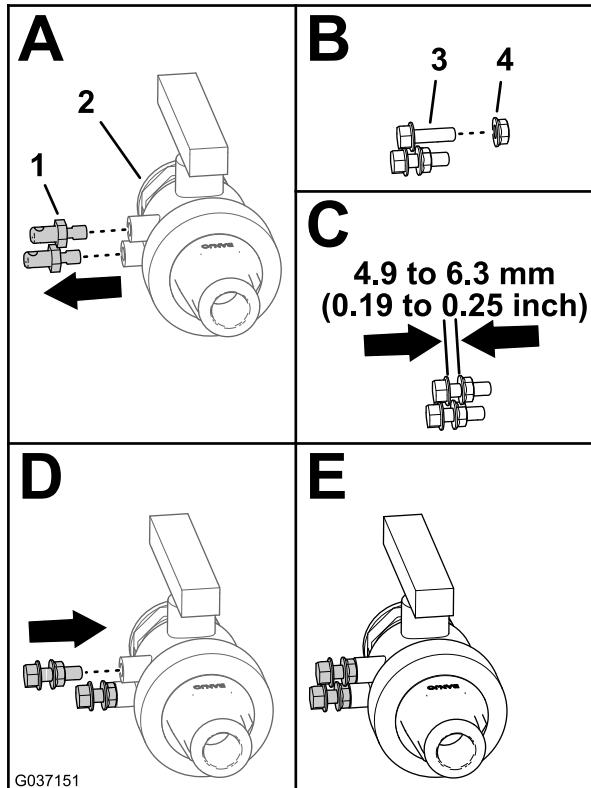

Figura 15
1. Rimuovete i 2 perni di montaggio dalla valvola di spurgo (A di Figura 15).
2. Avvitate i 2 dadi di bloccaggio flangiati (5/16") sui 2 bulloni a testa flangiata (5/16" x 1") come illustrato nella (B e C di Figura 15).
- Montate i dadi di bloccaggio flangiati e i bulloni a testa flangiata sulla valvola di spurgo e serrateli con una chiave (D ed E di Figura 15).